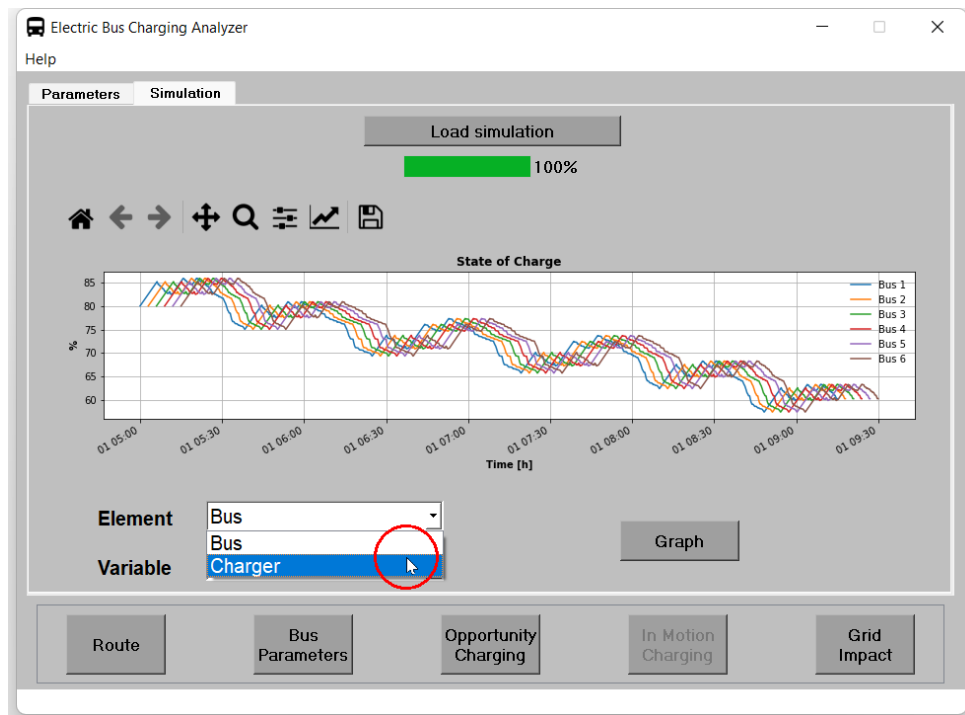

Figura 45: Cambiar elemento de simulación.
6. Luego, se selecciona el elemento Charger con en la figura 45.